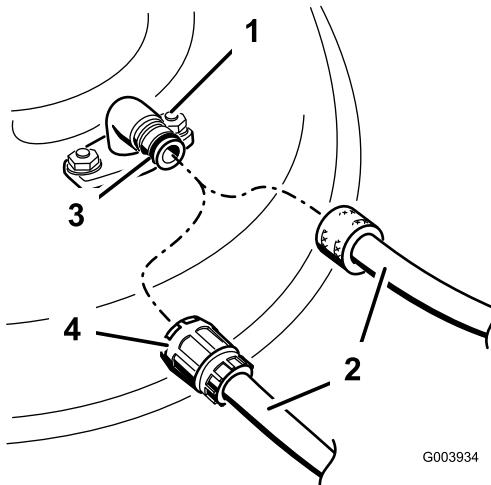

Рисунок 26
- Подсоедините шланг к штуцеру промывки и поверните регулятор подачи воды в положение большого расхода (Рисунок 26).